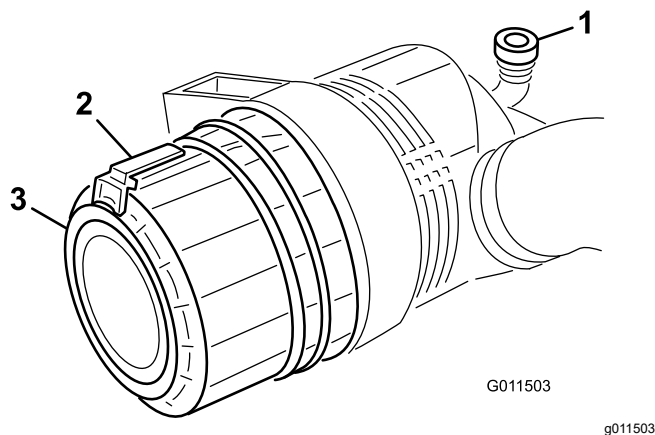

図 73
1. ラッチを引いて外し、カバーを左にひねってボディからはずす図 73。